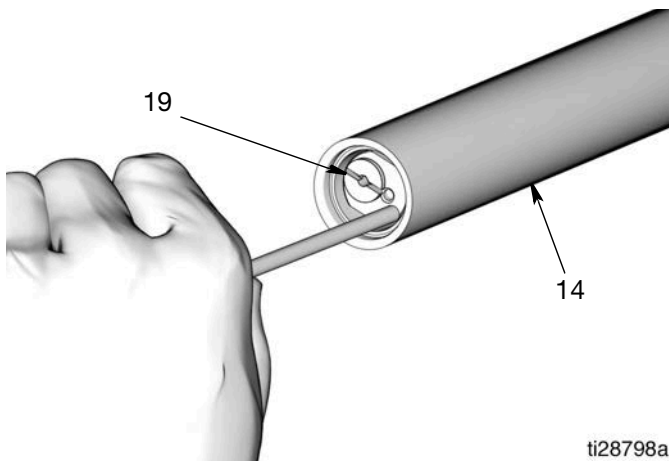

FIG. 29
3. Utiliser une longue tige en laiton ou en aluminium sans bords tranchants ou barbes pour pousser l'ensemble du clapet anti-retour (19) à sa place dans le tuyau de sortie (14) (Fig. 29).